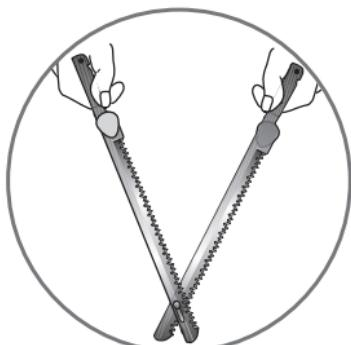
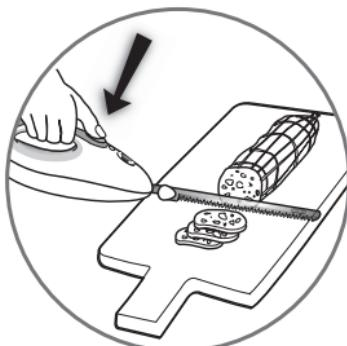

Fig 1
Fig 3
1. Возьмите оба ножа за неострые края. Соедините их, засунув заклепку одного ножа в отверстие второго ножа (рис. 1). Кнопка блокировки ножа должна находиться на его внешней стороне.
2. Пока прибор не включен в электрическую сеть, вставьте ножи в блок двигателя (4) (режущей кромкой вниз), нажав на кнопку блокировки ножа (5) (рис 2). После этого их освободите, чтобы ножи хорошо сели, услышите легкий щелчок.
3. **Нарезка стандартными ножами** (рис. 3):
Połączyć je wsuwając nity jednego ostrza do otworu drugiego ostrza (rys. 1).
3. Krojenie ostrzem standardowym (rys. 3):
Podłączyć urządzenie do sieci elektrycznej. Kontrolka świetlna (2) zaświeci się. Uruchomić urządzenie naciskając przycisk (1). Przyłożyć ostrze do produktu, który chcemy kroić i przycisnąć (rys. 3).